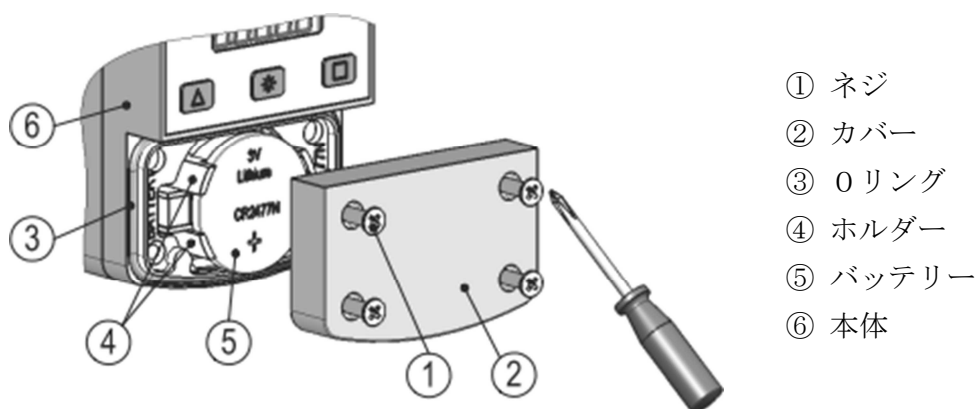

図8：バッテリー交換
- ▶ Oリング③が正しく取り付けられているかを確認してください。
- ▶ カバー②が本体⑥と完全に揃うまで、ネジ①を均等に締め付けます。(図8参照)
#### 取り外し (図8参照)
#### 取り付け (図8参照)